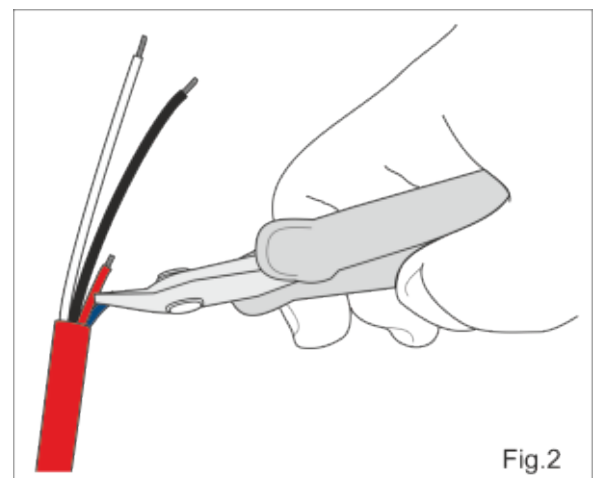

Fig.2
N.B. Si raccomanda di tagliare e isolare i terminali che non verranno utilizzati (fig. 2).
N.B. Take care to cut and insulate the ends that will not be used (see fig. 2).
REMARQUE: Il est recommandé d'enlever et d'isoler les bornes qui ne sont pas utilisés (voir fig. 2).
BEACHTEN: Es wird empfohlen, die nicht zum Einsatz kommenden Endstücke abzuschneiden und zu isolieren (siehe Abb. 2).